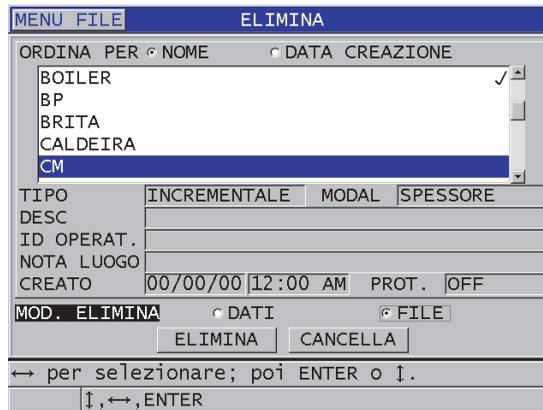

Figura 11-20 Eliminazione di un file
3. Nella schermata **ELIMINA** (vedere Figura 11-20 a pagina 214):